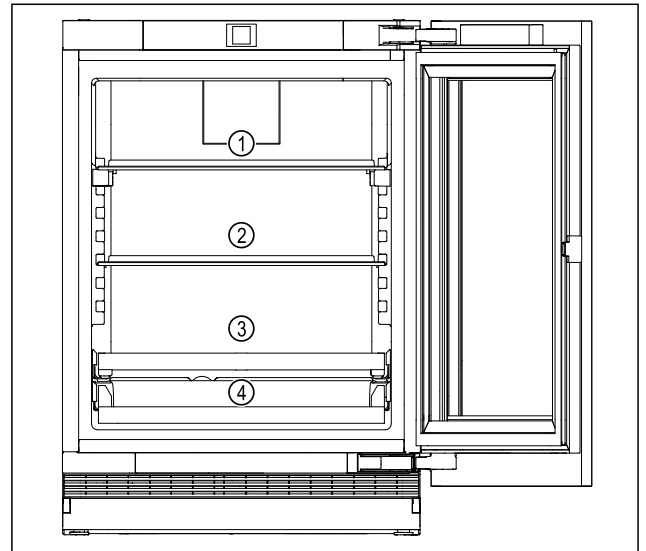

Fig. 5 Примерное изображение
- ▶ Верхняя зона Fig. 5 (1): храните банки, небольшие бутылки.
- ▶ Средняя зона Fig. 5 (2): храните банки, небольшие бутылки.
- ▶ Нижняя зона Fig. 5 (3): храните банки, небольшие бутылки.
- ▶ Полка для напитков (4): храните банки, небольшие бутылки.